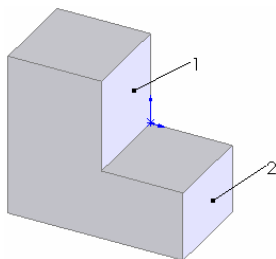

图 6-54 拉伸的图形
- ① 重复“坐标系”的步骤①～③，绘制如图 6-54 所示的图形。
- ③ 选择截面。单击图 6-54 中的面 1，然后单击“截面属性”属性管理器中“重算”按钮，计算结果出现在“截面属性”属性管理器中。所选截面的主轴和质量中心显示在视图中，如图 6-56 所示。